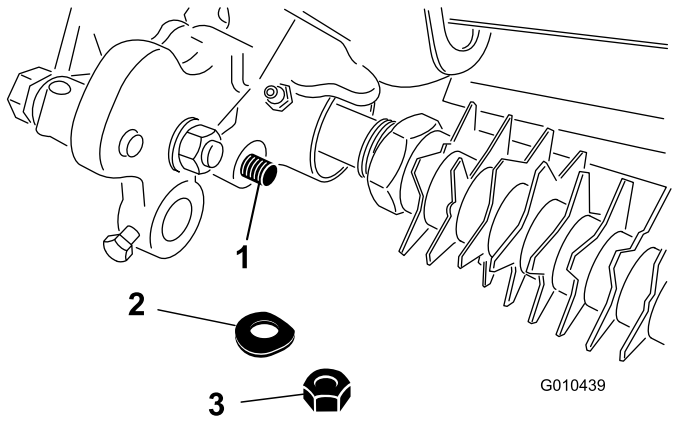

図 28
3. 刈高アセンブリのロッド端部をグルーマ駆動アセンブリに固定しているロックナットとベルヴィールワッシャを外す 図 28。